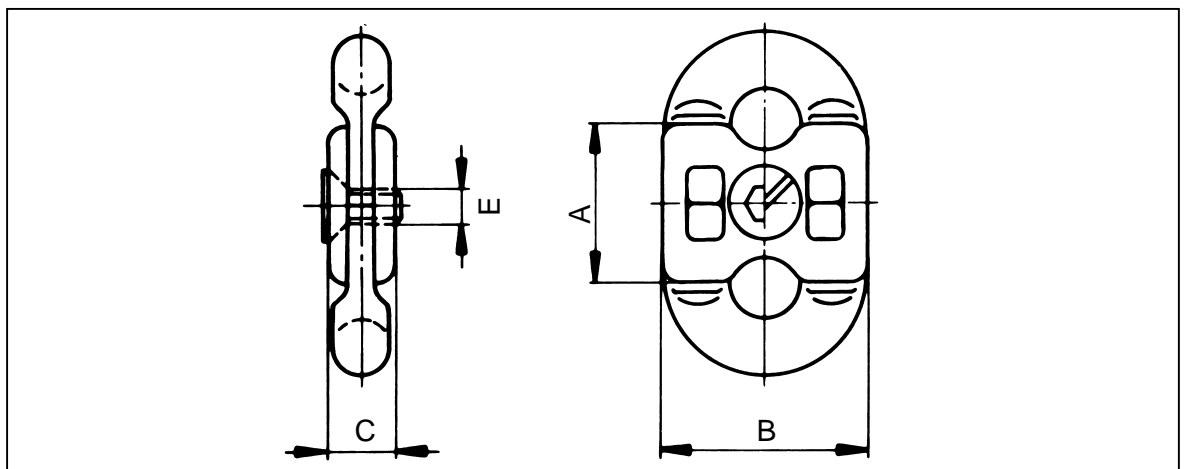

Bild 2
2. Schlossschalen seitlich anbringen und verschrauben (Bild 2).